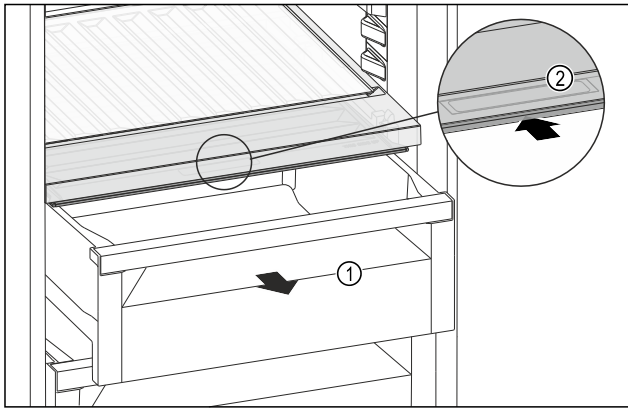

Fig. 184
- ▶ 拉出抽屉 Fig. 184 (1)。
- ▶ 抓住抽屉盖上的内嵌式拉手 Fig. 184 (2)，并同时向后推入抽屉盖。